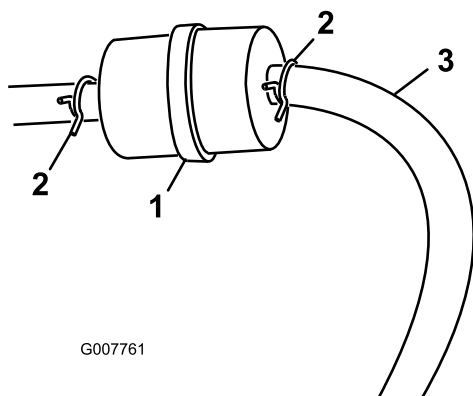

図 25
- 古いフィルタのクランプをゆるめて脇に寄せる(図 25)。
5. 新しいフィルタをホースに取り付け、クランプで固定する (図 25)。
3. 燃料フィルタについているクランプをゆるめ、フィルタからはずらす (図 25)。
4. 燃料フィルタから燃料ホースを抜き取る (図 25)。
**注** 落ちてくるガソリンをガソリン容器または廃油受けに受ける (図 25)。
5. フィルタに燃料ホースをつなぎ、クランプで固定する (図 25)。